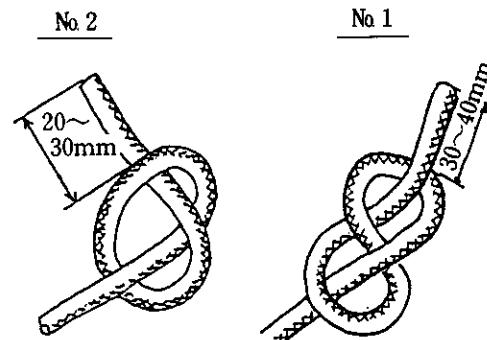

Fig. 9-4
(2) 組立要領
① 最初にスタータロープを始動ノブに通して Fig 9-4 の様に結んで下さい。